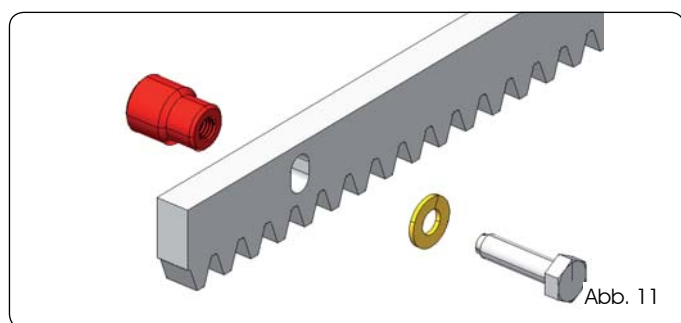

Abb. 11
5.4.1 ZAHNSTANGE AUS STAHL ZUM ANSCHWEISSEN (Abb. 11)